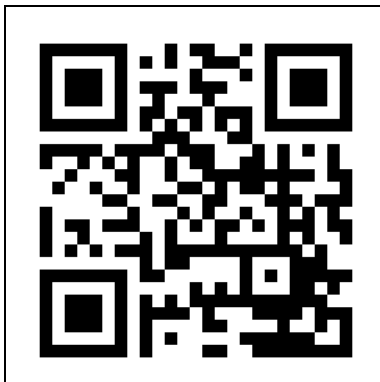

Figura 17
1. Deschideți manualul aplicației Eurom Smart cu codul QR (Figura 17) sau accesați www.eurom.nl/nl/manuals.
5. Scoaterea bateriilor din telecomandă (Figura 17).